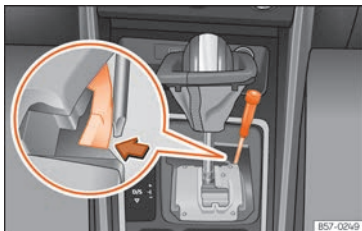

Fig. 57 Levier sélecteur : déverrouillage d'urgence de la position de parking.
- Avec un tournevis, appuyez latéralement sur la languette jaune de déverrouillage et maintenez la pression **fig. 57**.